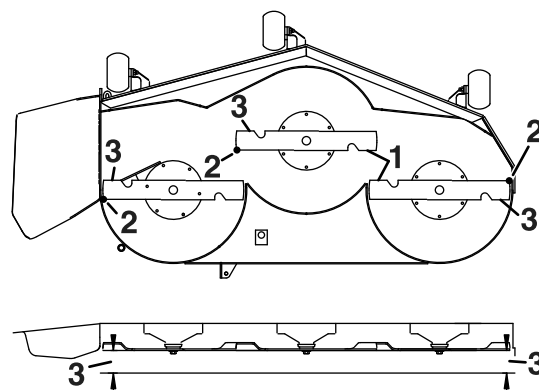

Figura 71
5. Misurate la distanza tra i taglienti esterni e la superficie piatta (Figura 71).